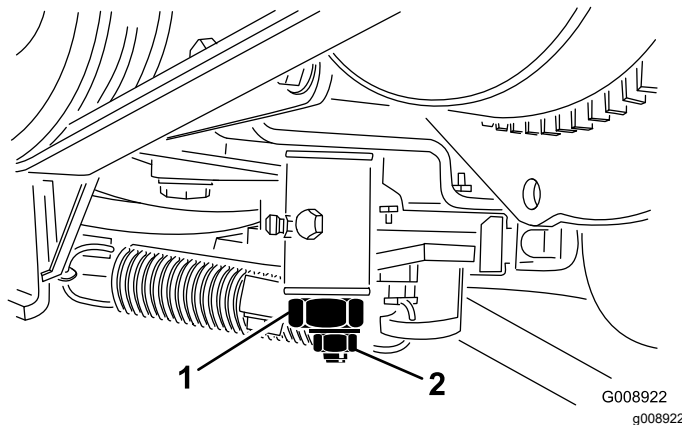

Figura 56
4. Slăbiți contrapiulița camei de reglare a traciunii (Figura 56).